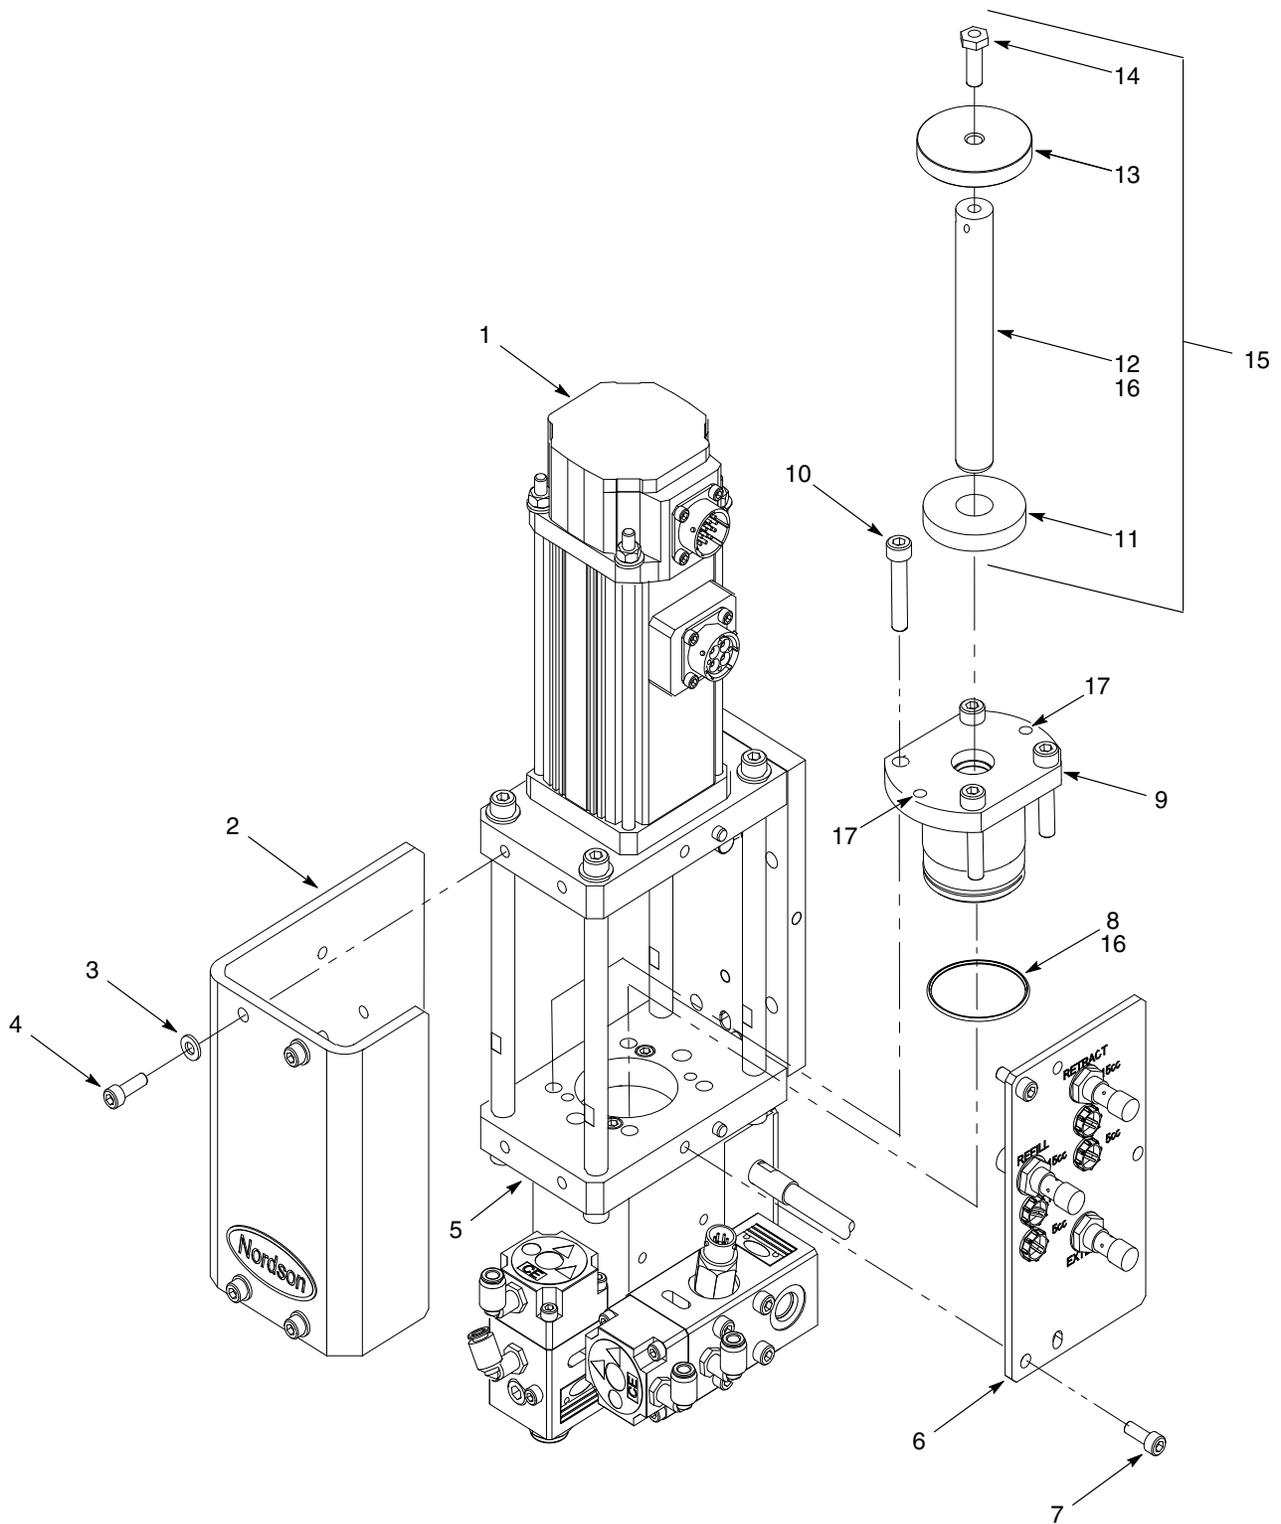

Figura 13 Repararea ansamblului plunjer și presetupă
2. A se vedea Figura 13. Demontați șuruburile (4) și șaibele (3) care fixează mantaua (2) la actuatorul liniar (1) și flanșa carcasei (5).
3. Demontați șuruburile (7) care fixează placa de proximitate (6) la actuatorul liniar (1) și flanșa carcasei (5).
4. Desfaceți șuruburile (10) care fixează ansamblul presetupeii (9) la flanșa carcasei (5). Realizați următoarele dacă ansamblul presetupeii nu poate fi demontat de la flanșa carcasei:
- a. Introduceți două șuruburi (10) în orificiile filetate (17) ale ansamblului presetupeii.
5. Scoateți inelul de etanșare (8) de la ansamblul presetupeii (9). Eliminați inelul-de etanșare.
6. Cu ajutorul unei prese pentru arbori, demontați ansamblul plunjerului (15) de la ansamblul presetupeii (9).
7. Dezasamblați ansamblul plunjerului (15):
- a. Demontați amortizorul plunjerului (11) de pe plunjer (12).
- b. Introduceți știftul cheii în orificiul de pe plunjer (12). Desfaceți șurubul (14) care fixează discul de proximitate (13) de plunjer (12).
1. A se vedea Figura 13. Lubrifiați inelul de etanșare al ansamblului presetupeii (8) și diametrul interior al ansamblului presetupeii (9) cu vaselină TFE (16).
2. Dezasamblați ansamblul plunjerului (15):
- a. Montați discul de proximitate (13) pe plunjerul (12).
- b. Înfiletați șurubul (14) în plunjer. Introduceți știftul cheii în orificiul de pe plunjer și strângeți șurubul la 13,5 N•m (10 ft-lb).
- c. Montați amortizorul plunjerului (11) în plunjer. Asigurați-vă că amortizorul plunjerului intră în contact cu discul de proximitate.
- d. Aplicați vaselină TFE (16) pe arborele plunjerului.
3. Cu ajutorul unei prese pentru arbori, introduceți ansamblul plunjerului (15) în ansamblul presetupeii (9).
4. Montați ansamblul presetupeii (9) la flanșa carcasei (5) cu ajutorul șuruburilor (10). Strângeți șuruburile în diagonală la
5. Montați placa de proximitate (6) pe actuatorul liniar (1) și flanșa carcasei (5) folosind șuruburile (7). Strângeți șuruburile la 13,5 N•m (10 ft-lb).